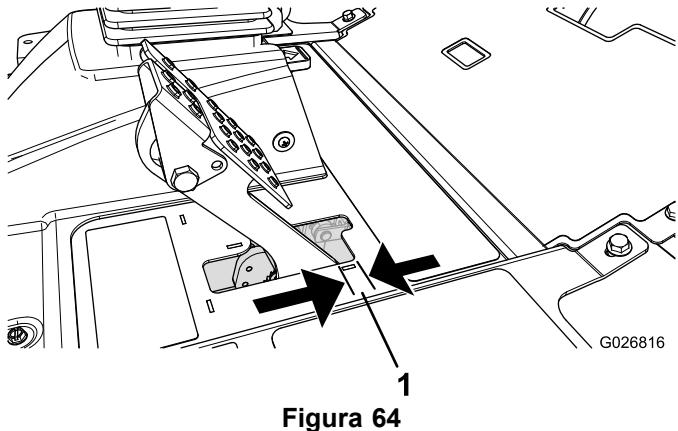

Figura 64
Ajuste os travões se o pedal do travão apresentar uma folga superior a 2,5 cm (Figura 64) ou quando os travões não funcionarem de forma eficaz. Folga é a distância percorrida pelo pedal antes de se verificar qualquer resistência ao movimento.
2. Aperte a porca traseira para deslocar o cabo para trás até que os pedais dos travões apresentem uma folga de 6 a 13 mm (Figura 64) antes de alcançar o bloqueio.